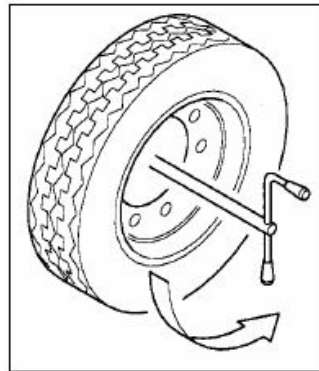

Рис.6
**Убедитесь, что зажим поворотного стола правильно и крепко зажат в каждой точке захвата (Рис.6).**